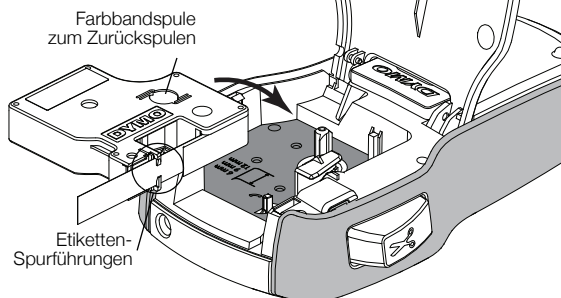

Abbildung 4
- 2 Vergewissern Sie sich, dass Etikett und Farbband straff über den Kassettenskopf gespannt sind und dass das Etikett zwischen den Etikettenführungen durchläuft. Siehe Abbildung 4.